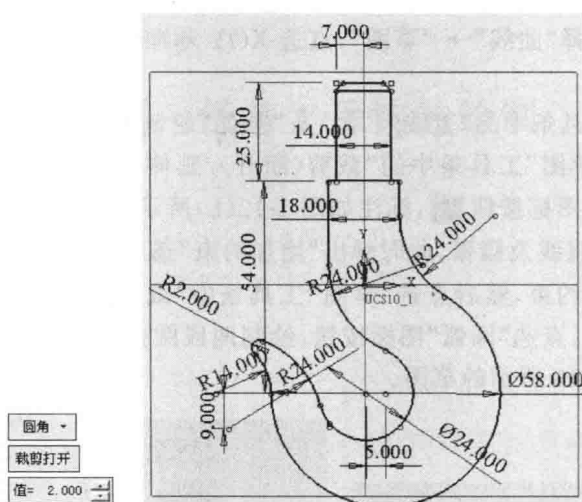

图 1-14 吊钩完整草图
(3) 点选“草图”工具条中的“圆角过渡”按钮 , 选择“圆角”、“裁剪打开”, “值”文本框中输入“2”, 然后选择两段圆弧完成倒圆角操作。最后在吊钩的上部进行倒角处理, 点选“圆角过渡”按钮 , 选择“斜角”、“裁剪打开”, “值”文本框中输入 2, 完成斜角操作; 点选“直线”按钮 , 将斜角的两点连接起来, 最后完成如图 1-14 所示的草绘。